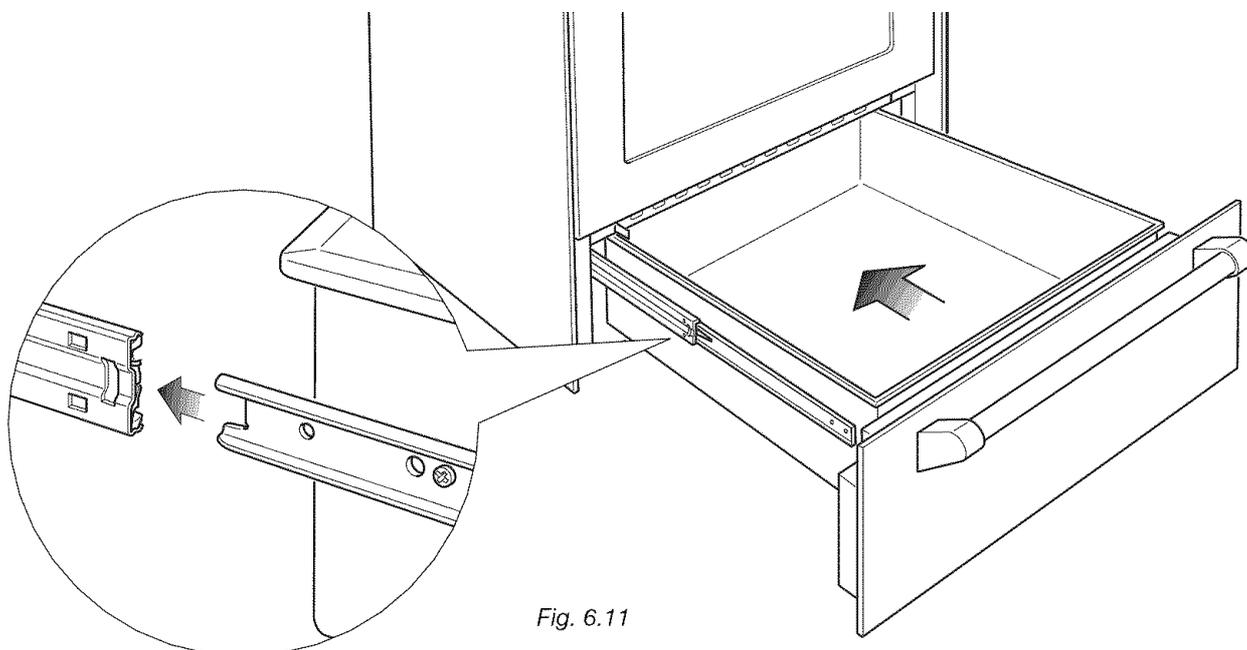

Fig. 6.11
INSTALLATION DU TIROIR DE MAINTIEN AU CHAUD (fig. 6.11)
1. Insérez les glissières du tiroir dans les glissières de la cuisinière (fig. 6.11).